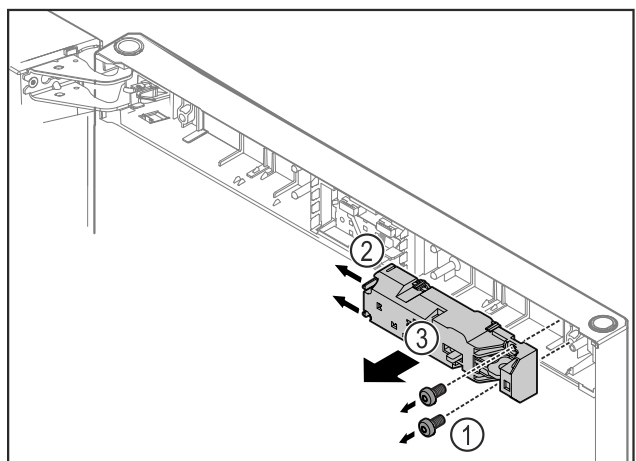

Fig. 12
- ▶ Eemaldage kruvid Fig. 12 (1).
- ▶ Vajutage fiksaatorninasid Fig. 12 (2) küljele ja võtke kauglukk Fig. 12 (3) maha.